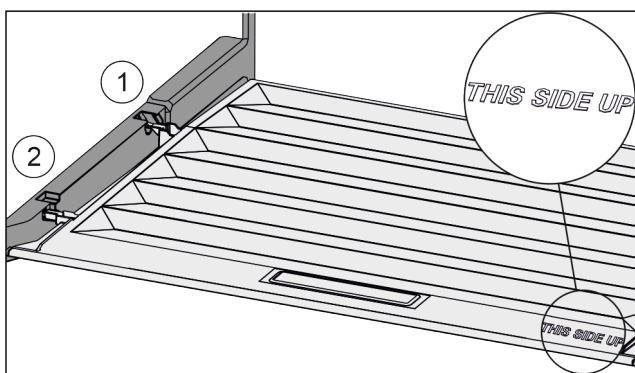

Fig. 90
- Пъхнете шийките на капака през отвора в задния държач Fig. 90 (1) и фиксирайте отпред в държача Fig. 90 (2).